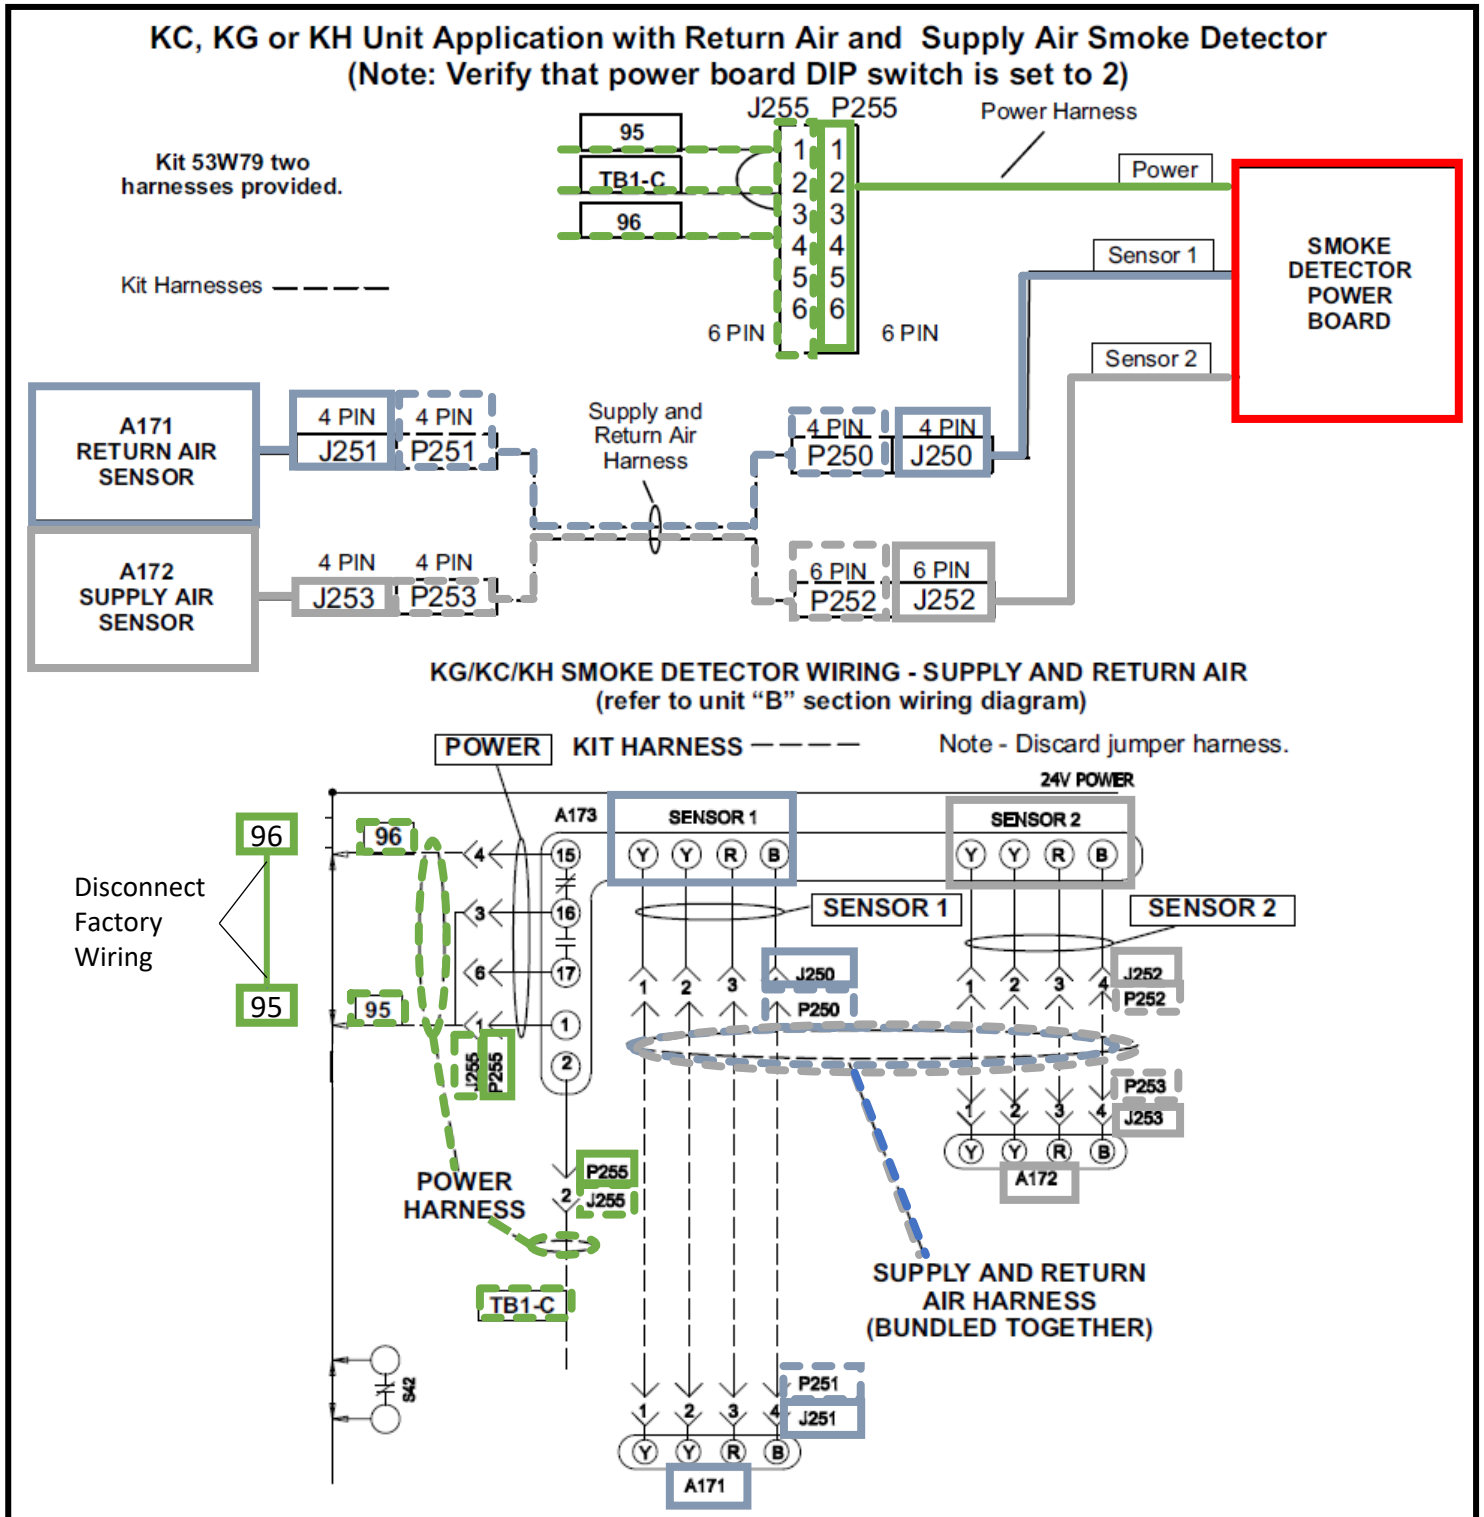

Figure 2. Schémas de raccordement provenant du manuel 506218
- a. Se référer aux schémas de raccordement dans le manuel d'installation des détecteurs de fumée D4P120 & D4S – 506218 ou à la Figure 2 ci-dessous afin d'identifier les faisceaux de câbles des capteurs qui ont été installés.